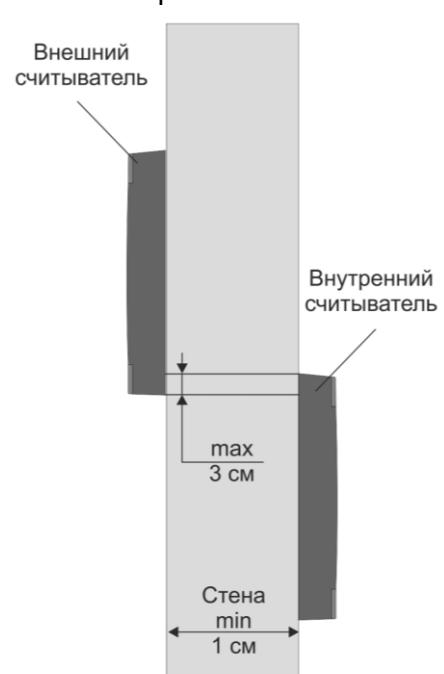

Рисунок 4. Крепление считывателей
- Если толщина стены менее 10 см (например, стеклянная панель), то считыватели необходимо разнести по вертикали (рис. 4). Максимальное наложение одного считывателя на другой по вертикали – 3 см (антенны не должны пересекаться).